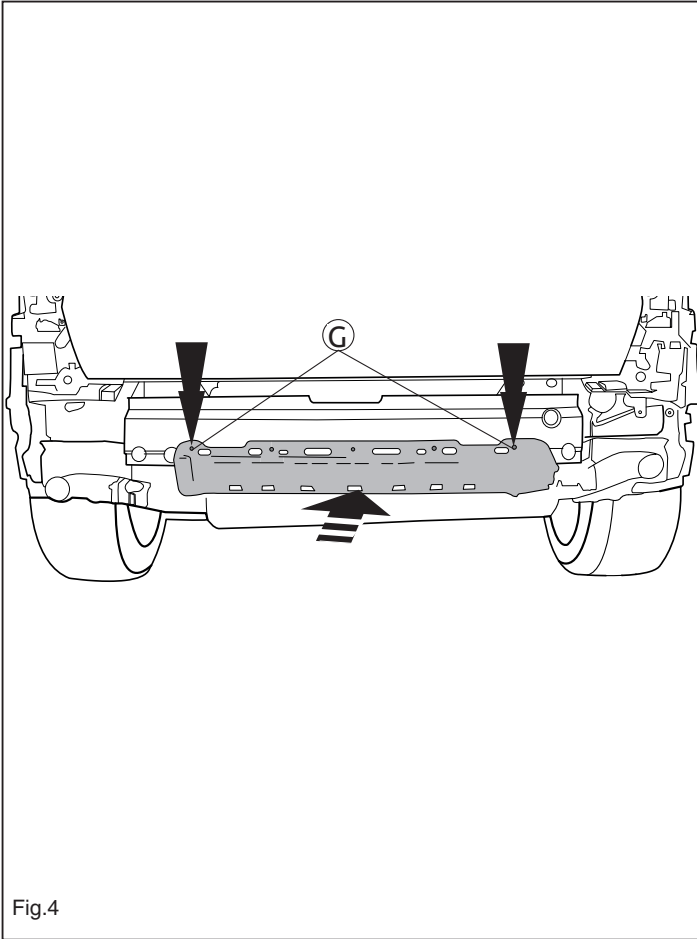

Fig.4
6. Установить пластмассовый корпус на поперечный брус буксирного крюка в точках G. См. рисунок 4.